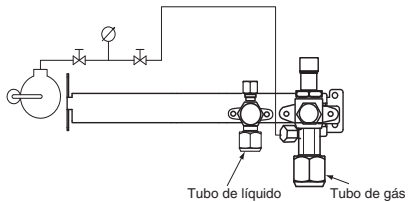

Fig. 9-2
- Ambas as válvulas de serviço dos tubos de gás e líquido estão abertas. Se não foram, abra-as agora. (Fig. 9-2)